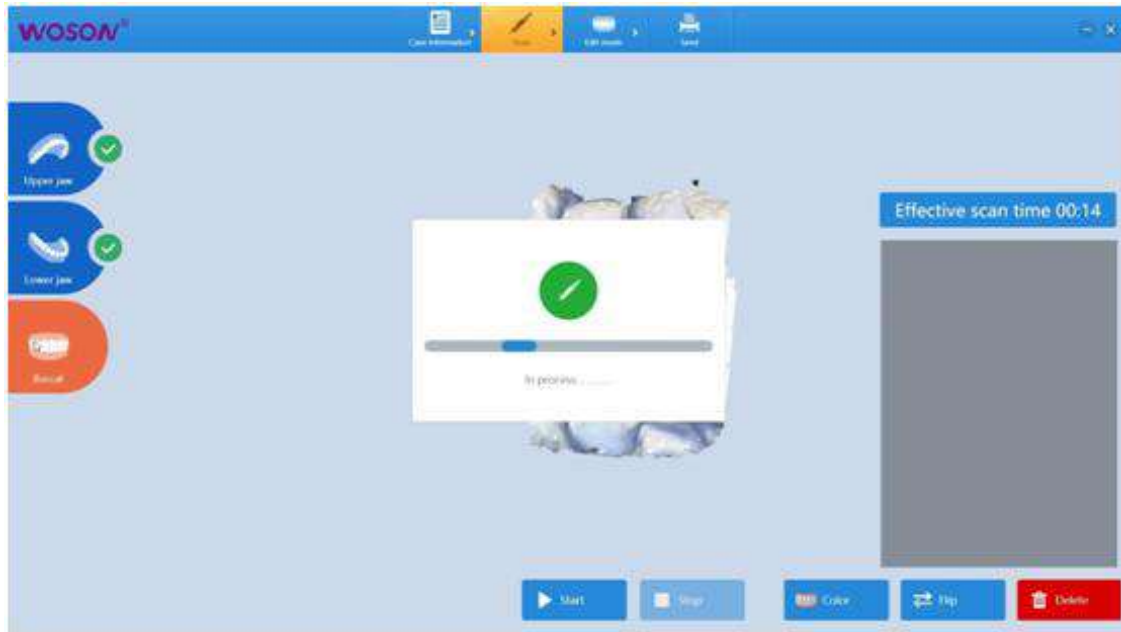

Fig. 4-13
5) După ce scanarea este oprită, luminile LED ale camerei intraorale vor fi stinse. Începe post-procesarea modelului. Timpul necesar pentru post-procesare depinde de mărimea datelor modelului (adică, timpul de scanare și gama de scanare), așa cum este arătat în Fig. 4-13.